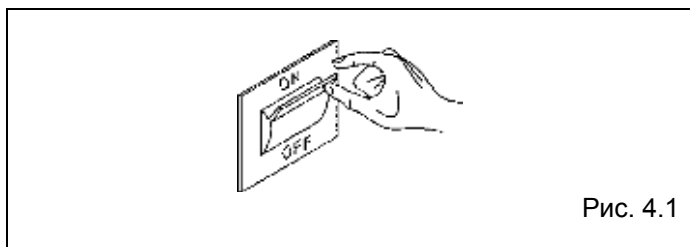

Рис. 4.1
- установите главный выключатель системы и главный выключатель на панели управления котла в положение «включено» (рис. 4.1)